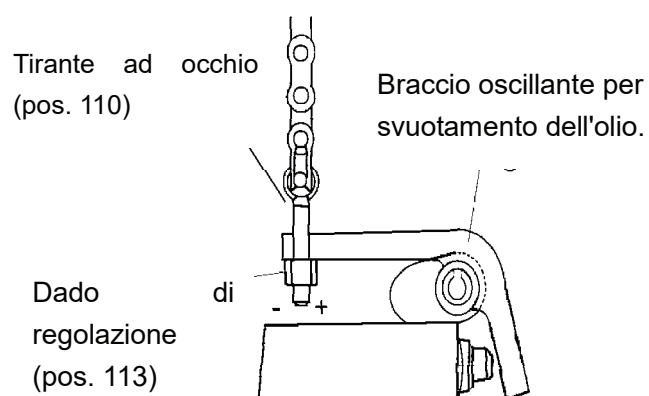

Fig. 2
Se le funzioni non sono eseguite correttamente, regolare i dadi di arresto (pos. 113) come segue. Vedi fig. 2.